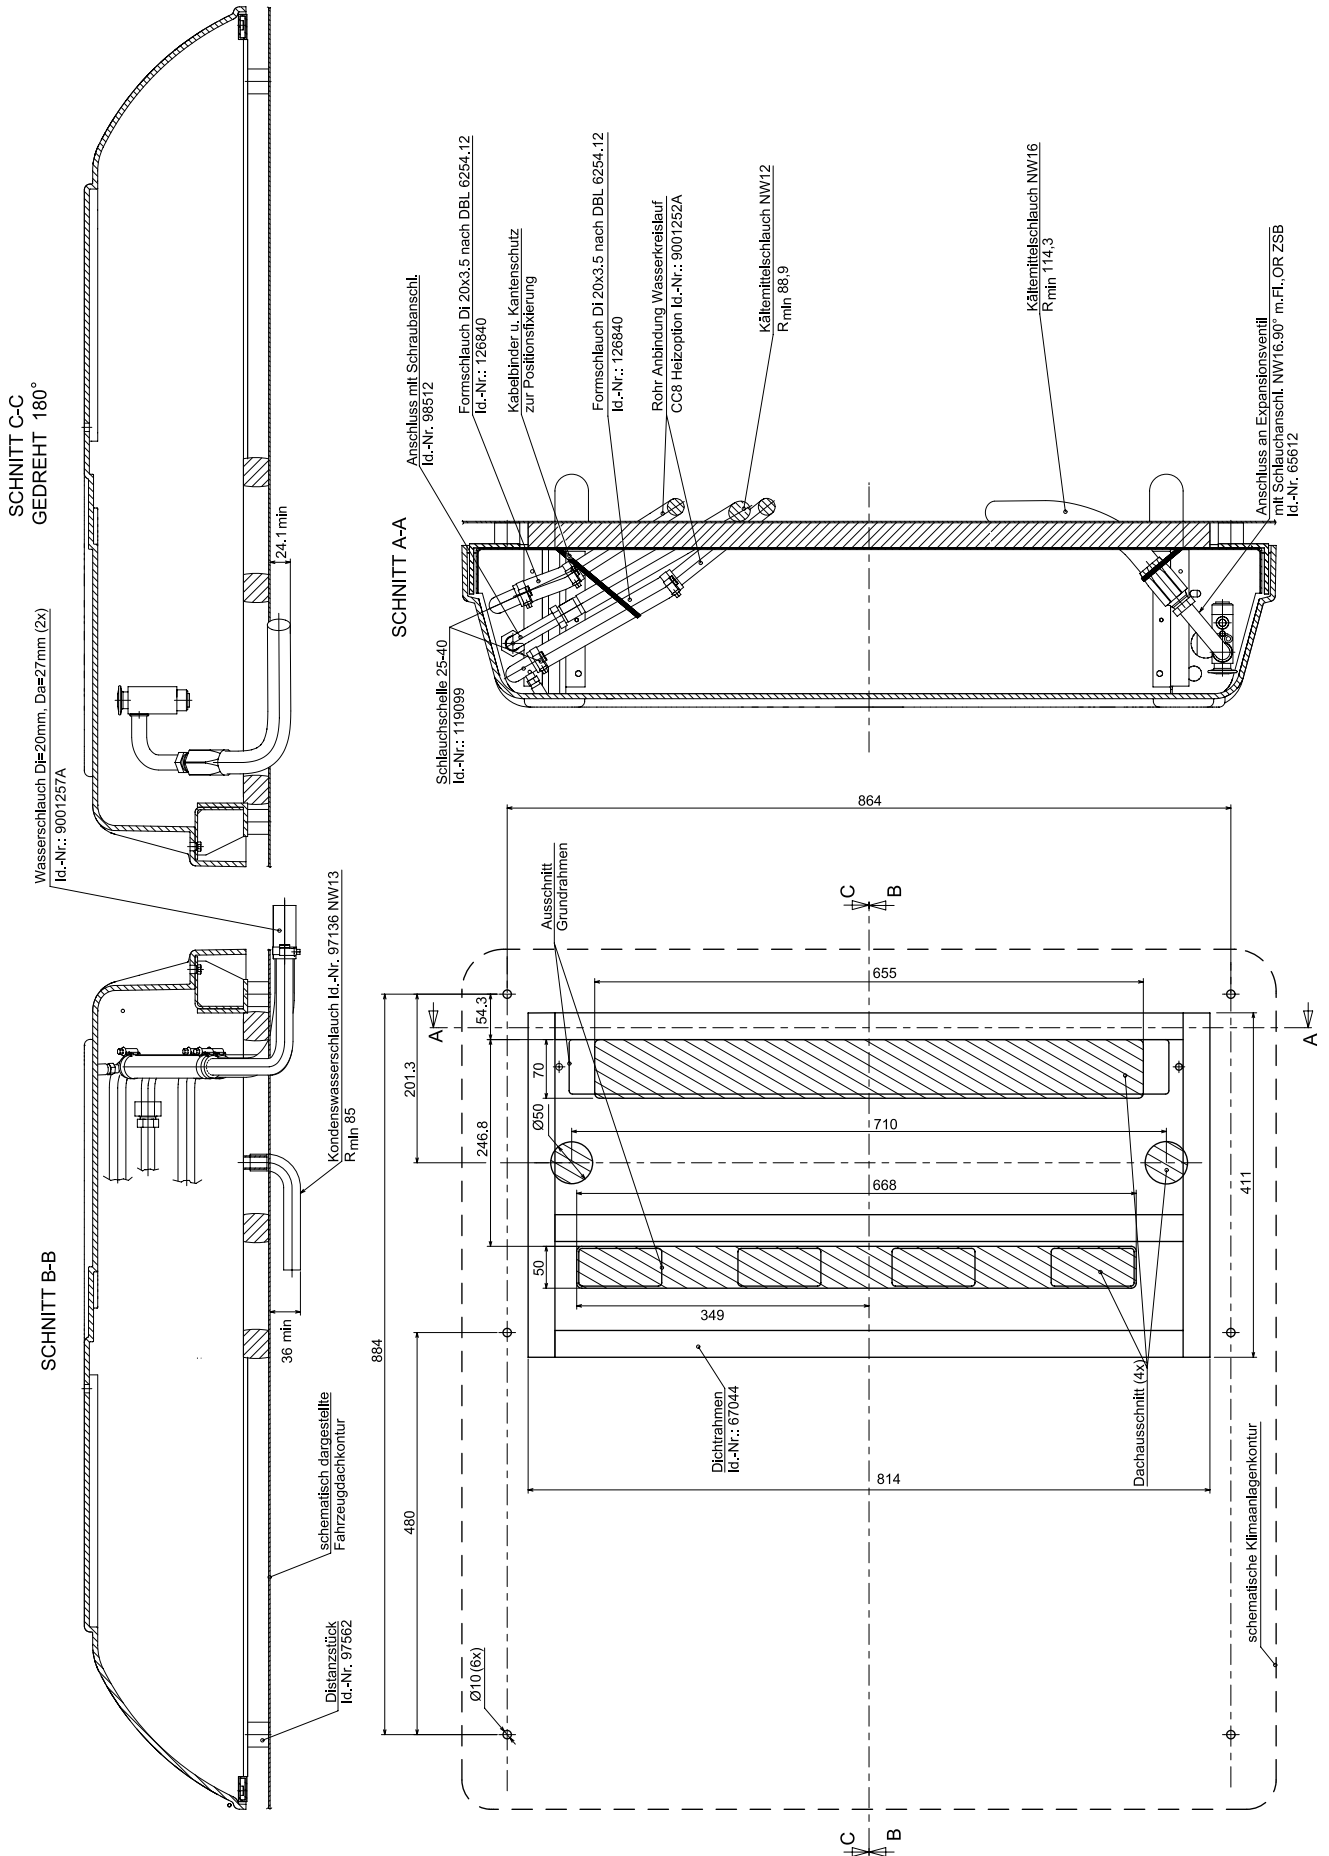

Abb. 2 Fahrzeugvorbereitung CC8, Montage Heizteil
2. Schlauchstücke gemäß Bild. 2 an Anschlussstutzen der Aufdachklimateinheit aufstecken und mit Schlauchschellen befestigen
3. Längere Schenkel der Kupferrohre auf Schlauchstücke aufchieben, kürzeren Schenkel am Spriegel (Verstärkungsrahmen) (2, Bild 2) (Option in Mercedes Benz Sprinter / VW LT-Montagekit) mit Öffnung nach hinten ausrichten und die Schlauchstücke mit Schlauchschellen befestigen
7. Je einen Wasserschlauch (1, Bild 2) nach Möglichkeit in den hinteren Fahrzeugholmen links und rechts nach unten führen